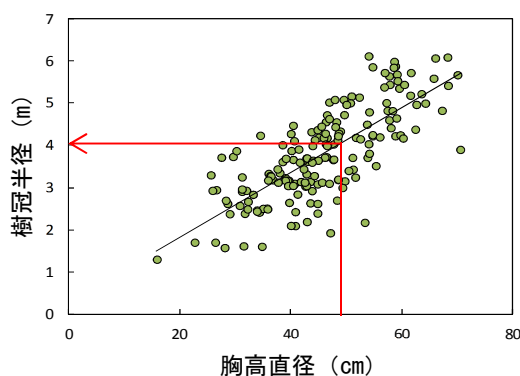

図5 高齢林分における胸高直径と樹冠半径との関係
- ①枝下高が極端に高い立木(樹冠長率が40%未満であり、樹冠の発達が悪い立木)
- ②樹高が低い立木
- ③幹曲がり大きい形質不良木や野ネズミ等の被害を受けている立木
- 優先的に間伐を行う範囲は、将来木の育成目標径級に対応する樹冠半径を指標とします。例えば、将来木の育成目標径級を胸高直径 48cm とした場合、目標径級の育成に必要な樹冠半径は 4.0m となります（図5、表3）。